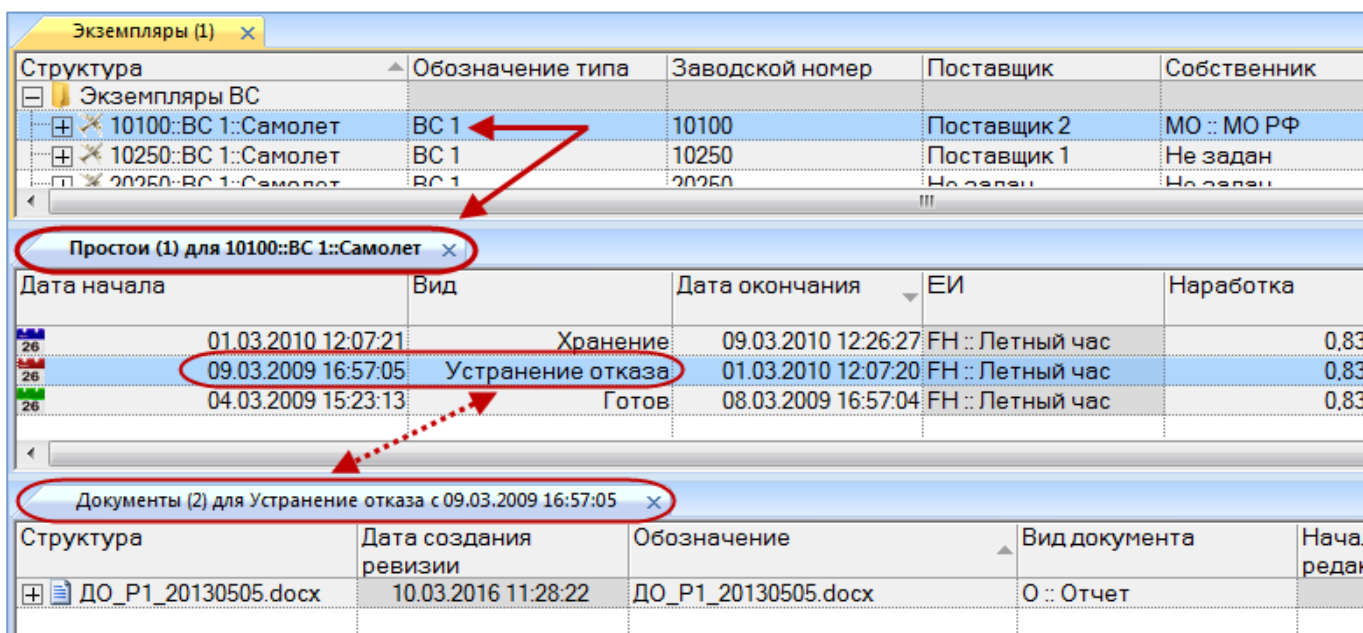

Рис. 13-368 – Окно связанных объектов «Документы» для выбранного состояния
4) В рабочей области откроется новое окно – окно связанных объектов «Документы», в котором отображены документы, связанные с выделенным состоянием (рис. 13-368). В заголовке этого окна выводится «Вид» и «Дата начала» выделенного состояния.